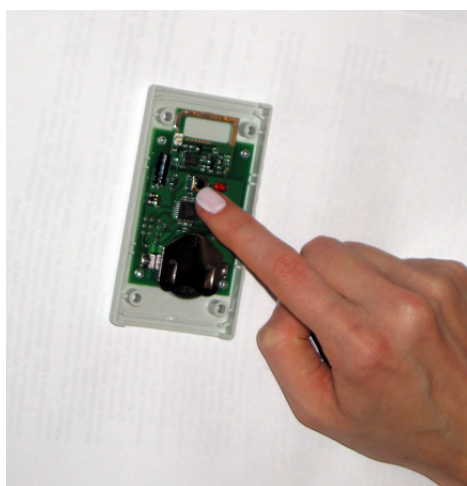

Рисунок 4. Проверка работы датчика.
- Установите торцевые защитные панели (рис. 4).